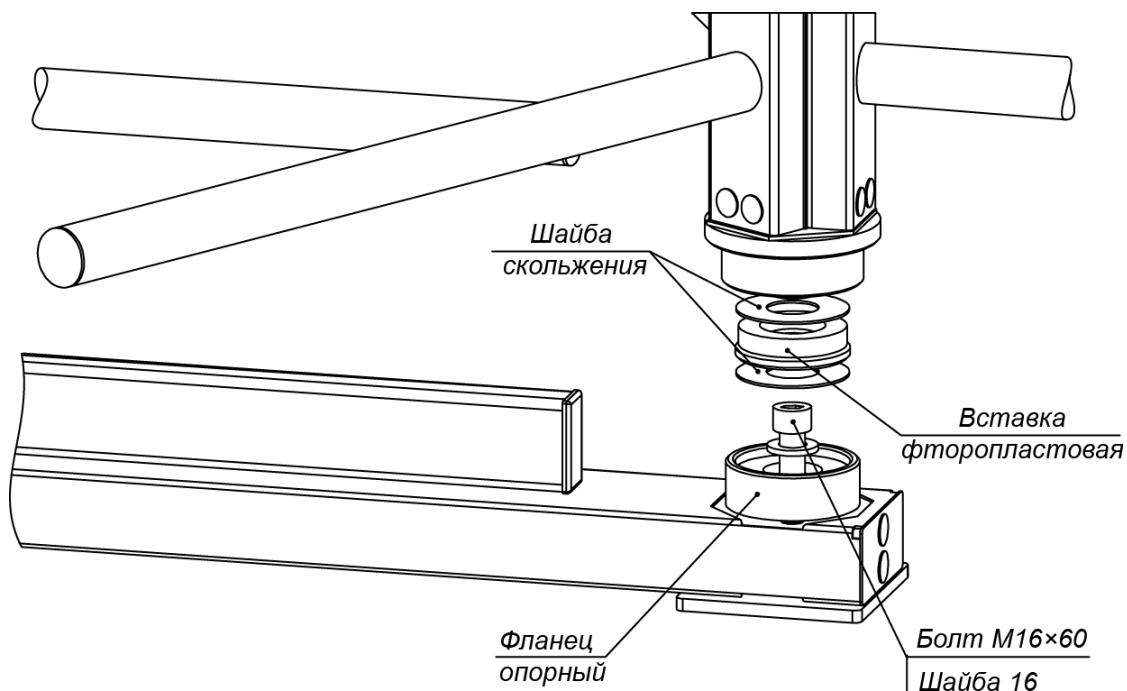

Рисунок 14. Нижний узел вращения ротора (3)
- В место установки нижнего узла вращения ротора вставьте фланец опорный узла вращения (см. рис. 14). Закрепите его и стойку с преграждающими планками на установочной поверхности анкерным болтом M16×60.
14. Распакуйте секции ротора (1) (ящик №2).
15. Произведите монтаж ротора (1) (работайте вдвоем!):
- Соберите нижний узел вращения (3) ротора в стойке с преграждающими планками (5) (см. рис. 14). Две шайбы скольжения и находящаяся между ними фторопластовая вставка должны лежать в узле без перекосов, опираясь на всю опорную поверхность, симметрично относительно оси ротора. При этом гладкие поверхности шайб скольжения должны быть ориентированы на вставку. Допускается применение на поверхностях скольжения смазки типа ШРУС-4.
- Установите секцию ротора с элементами крепления в нижний узел вращения (3): заведите ее с небольшим наклоном цилиндрическим хвостовиком в узел вращения и затем переведите секцию в вертикальное положение.